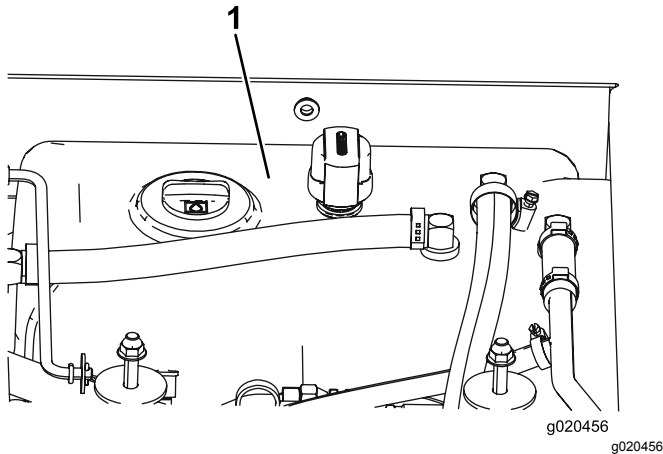

Figure 80
4. Remplissez le réservoir (Figure 80) de liquide hydraulique ; voir Contrôle du niveau de liquide hydraulique (page 65).